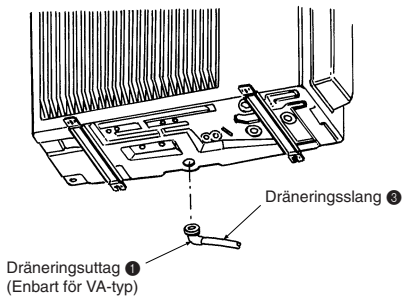

Fig. 4-1
4. Dräneringsrör för utomhusenhet (Fig. 4-1)